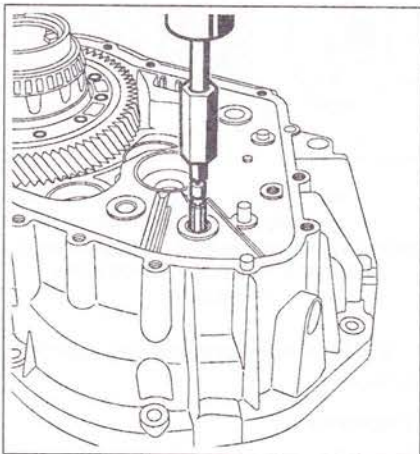

Рис. 5.81. Извлеките подшипники при помощи съемника диаметром 14 мм.
1. Извлеките подшипники при помощи съемника диаметром 14 мм (рис. 5.81).